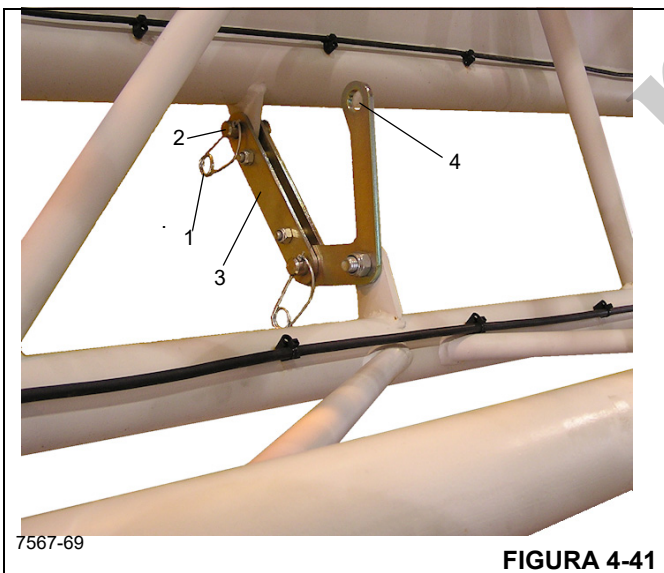

FIGURA 4-41
19. Remova o grampo de retenção (1) (Figura 4-41) do pino (2) e remova o pino. Prenda a barra de travamento (3) no olhal de retração (4) na extensão de 36 pés (11 m) com o pino e o grampo de retenção.